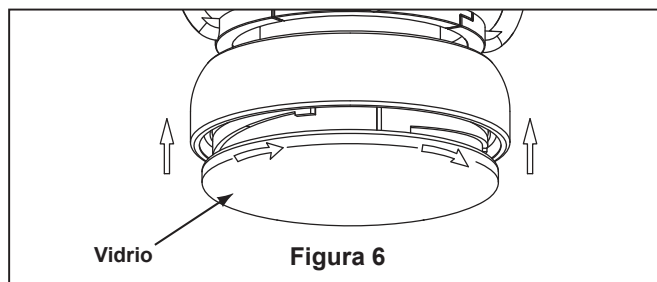

Figura 6
- ☐ 6. Fije firmemente el vidrio en el sentido de las agujas del reloj en la ensamble de la placa del portalámpara. No ajuste demasiado ni lo fuerce. (Figura 6)
- ☐ 6. Asegure la unidad del motor en la unidad de soporte del techo utilizando los dos tornillos que fueron extraídos anteriormente. Fije adecuadamente los cuatro tornillos. (Figura 6)